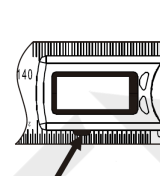

fig.1
- Appuyer sur le support de pile (fig.1)